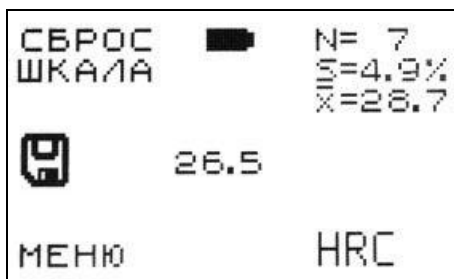

Рис. 13
7.6 Для удобства работы пользователя в верхнем правом углу индикатора будет отображаться оценка разброса измерений учтенных прибором в текущей серии, S (выражено в процентах). Если разброс учтенных измерений в серии будет более 4,0% но меньше 9,9% то статистически обработанное значение твердости \bar{x} = будет отображаться в верхнем правом углу экрана. (Рис. 13).